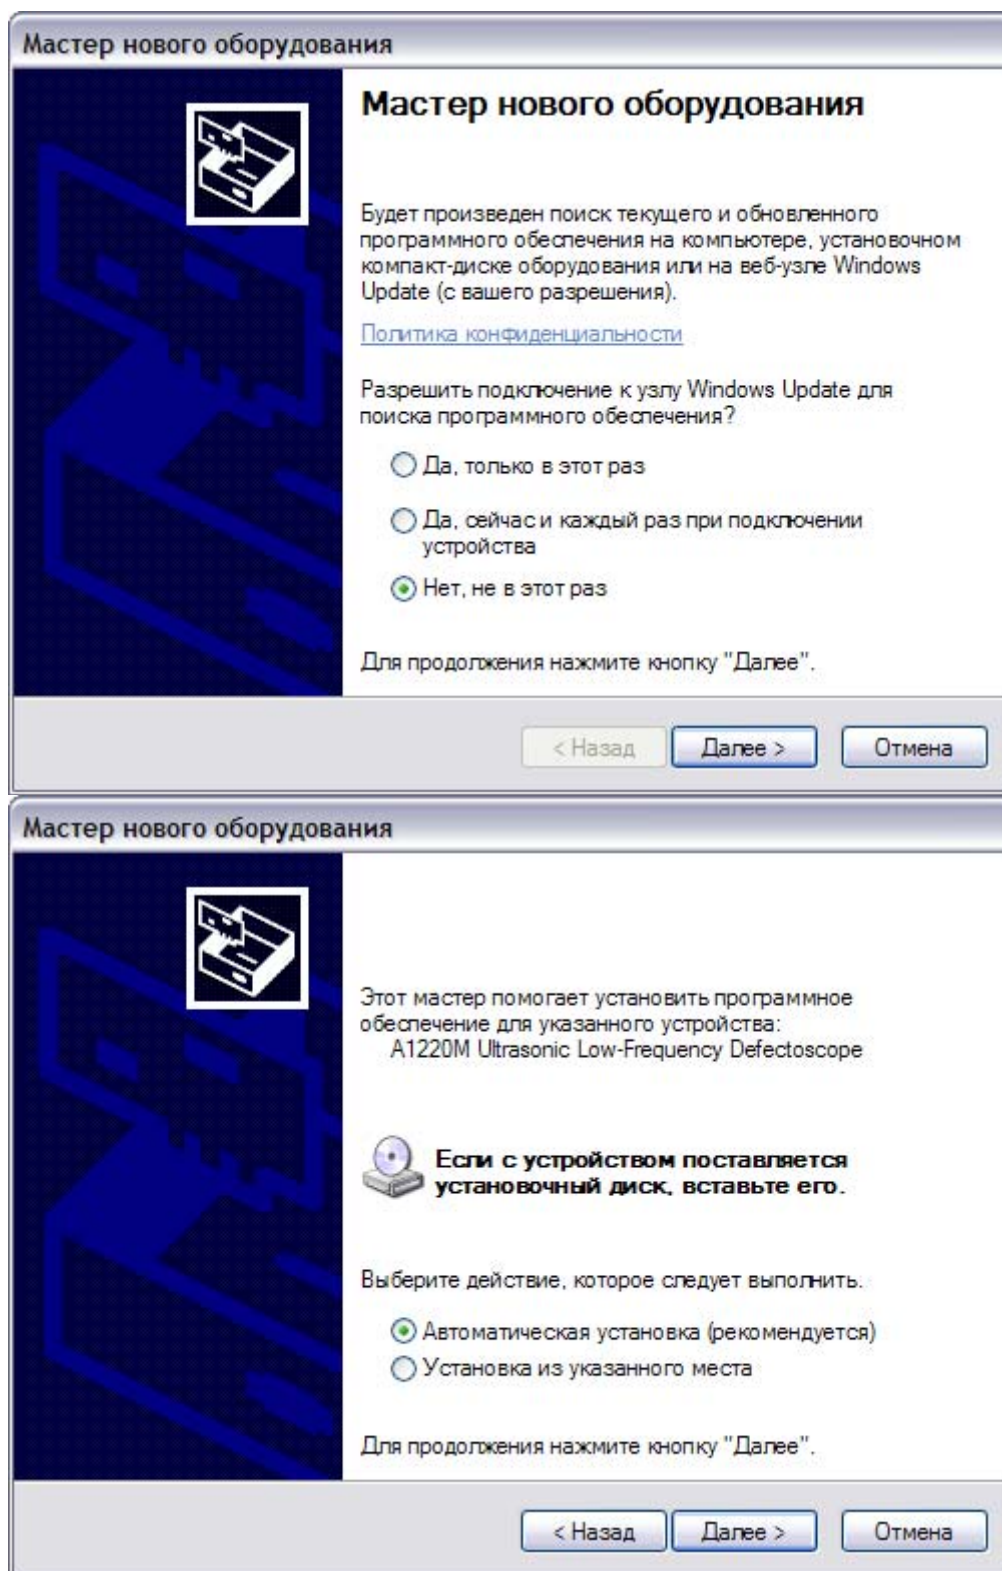

Рисунок 1
- Подключить прибор к USB-порту ПК. Операционная система (ОС) автоматически распознает подключение нового устройства и откроется диалог установки нового оборудования (рисунок 1) (здесь и далее по тексту используется интерфейс Windows XP).